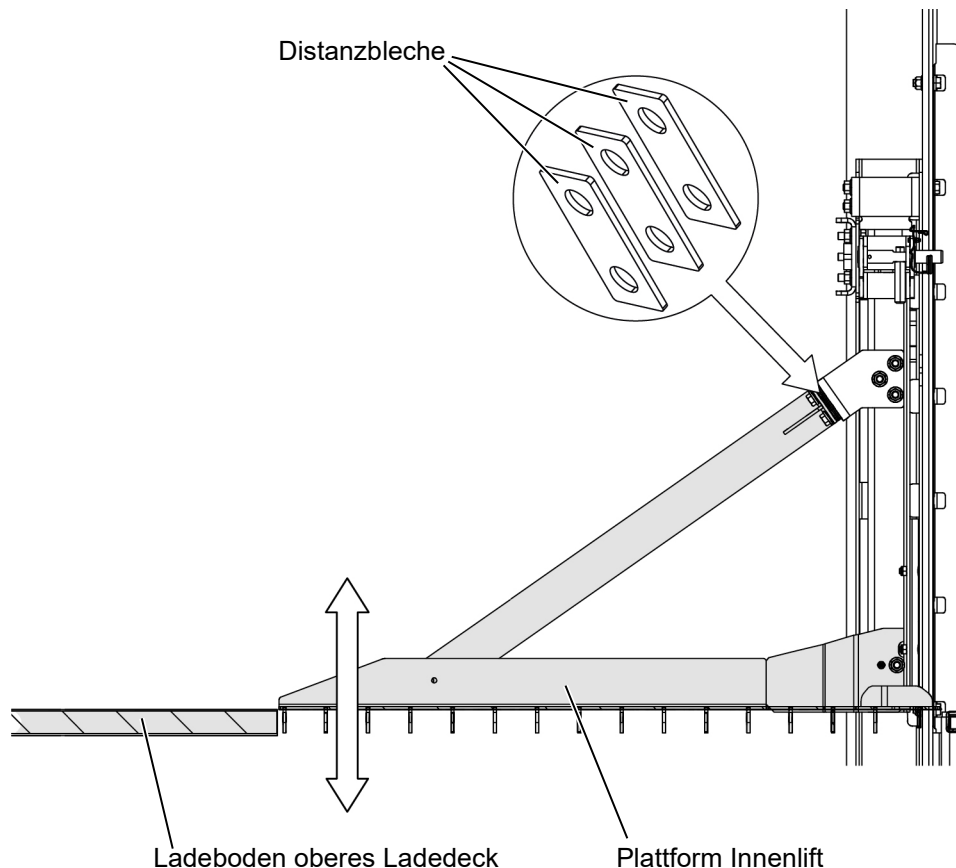

Abbildung 28: Plattform des Innenliftes justieren (1)
- ▶ Stellen Sie die Höhe der Plattform des Innenliftes ein, indem Sie an der Diagonalstrebe je nach Erfordernis Distanzbleche einlegen oder entfernen (siehe Abbildung 28).